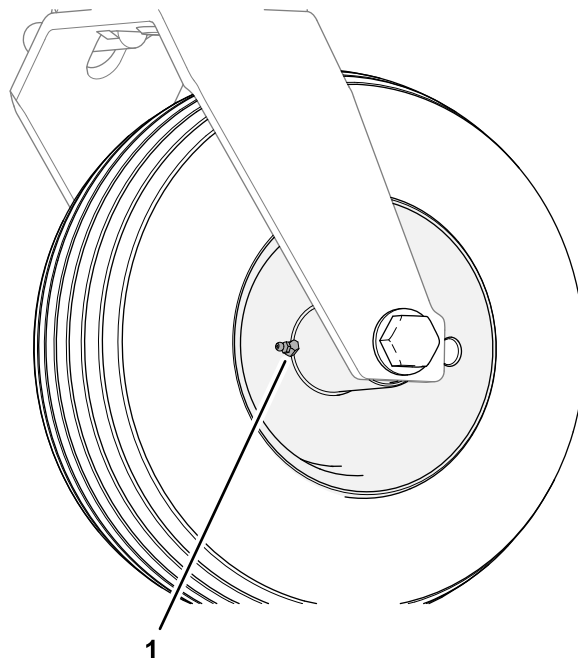

Figure 65
2. Raccordez un pistolet de graissage au graisseur du moyeu de la roue pivotante (Figure 65).